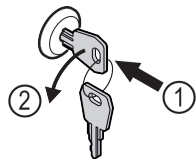

Fig. 123
- ▶ Introduceți cheia prin apăsare. Fig. 123 (1)
- ▶ Rotiți cheia cu 90° în sens invers acelor de ceasornic. Fig. 123 (2)